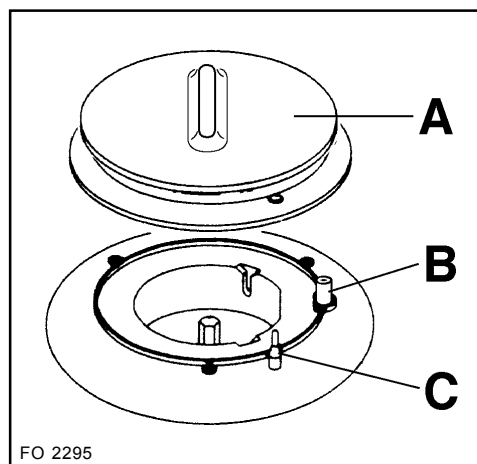

Fig. 1
- Dopo aver acceso la fiamma, tenete premuta la manopola per circa **5 secondi**; questo tempo è necessario per riscaldare la "termocoppia" (Fig. 1, lettera C) e disattivare la valvola di sicurezza, che altrimenti fermerebbe l'erogazione del gas.
L'accensione automatica dei fornelli è assicurata dalla presenza di una "candeletta" in ceramica ed un elettrodo in metallo (indicati nella Fig. 1 con la lettera B). Procedete periodicamente ad una accurata pulizia di queste parti del piano. Inoltre, per evitare difficoltà di accensione, controllate che i fori del cappello del bruciatore non siano otturati.